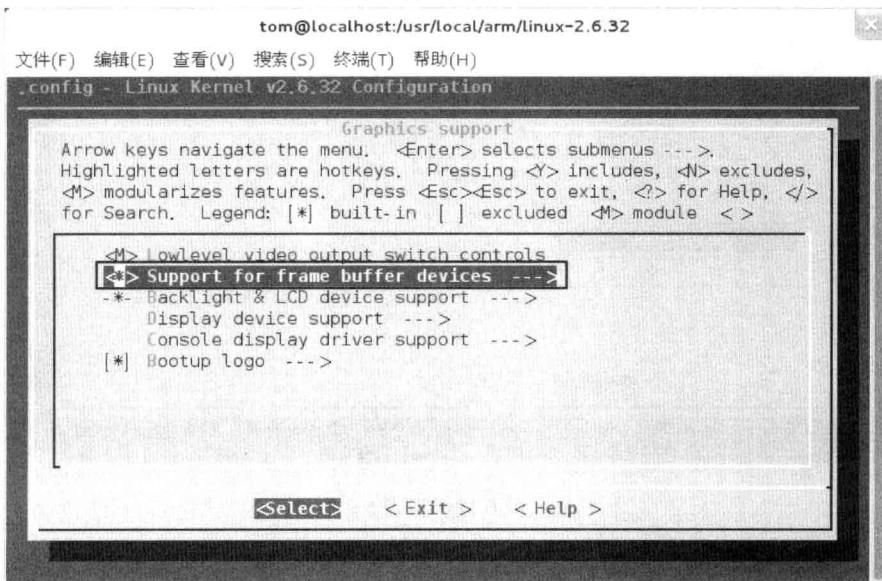

图 6.10 步骤 3
(3) 选择 Support for frame buffer devices 选项，如图 6.10 所示。